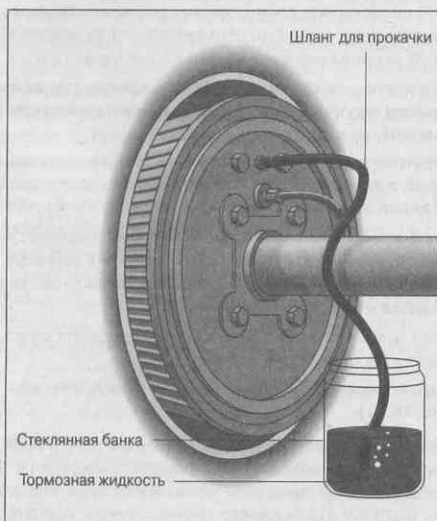

Рис. 18.14. Использование шланга для прокачки тормозной системы
3. Если у вас есть кусочек гибкого шланга, который подходит по диаметру к торцу спускного винта, присоедините его одним концом к штуцеру, а другой опустите в стеклянный сосуд. Потом наполните сосуд тормозной жидкостью так, чтобы шланг погрузился в нее (рис. 18.14).